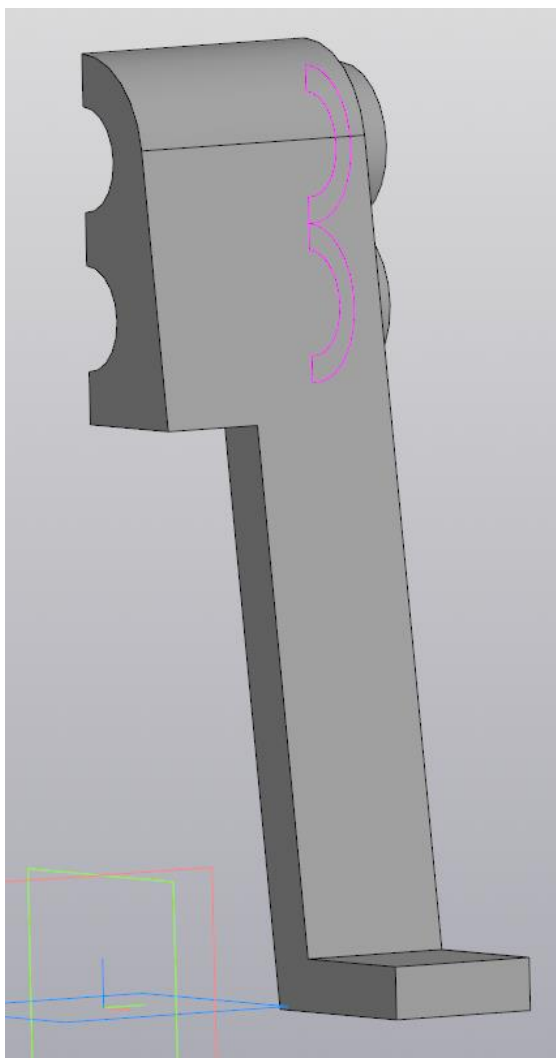

Рисунок 8 – Результат выдавливания третьего эскиза
3.1 Вырежьте полученный эскиз. Выберите команду «Вырезать выдавливанием»  и убедитесь, что ваш эскиз автоматически выделился, а в окне с параметрами выбран результат «Вычитание» и способ «Через все». Результат выдавливания показан на рис. 8.